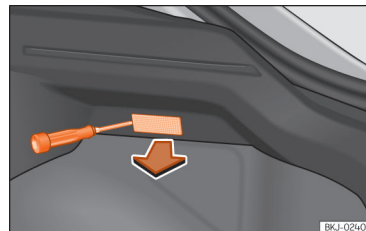

Abb. 176 Gepäckraumleuchte*
- Nehmen Sie das Lampenglas der Glühlampe durch Druck mit einem Schraubenzieher auf dessen Unterkante ab »» (Abb. 176).